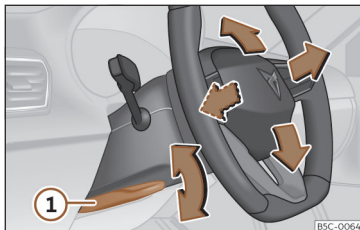

Fig. 86 Palanca en la parte inferior del lateral izquierdo de la columna de dirección.
- Tire de la palanca >>> **fig. 86 ①** hacia abajo, mueva el volante hasta la posición deseada y vuelva a subir la palanca hasta el punto de cierre.
- Tras ajustar la columna de la dirección, empuje firmemente la palanca >>> **fig. 86 ①** hacia arriba para que el volante no cambie de posición accidentalmente durante la marcha.